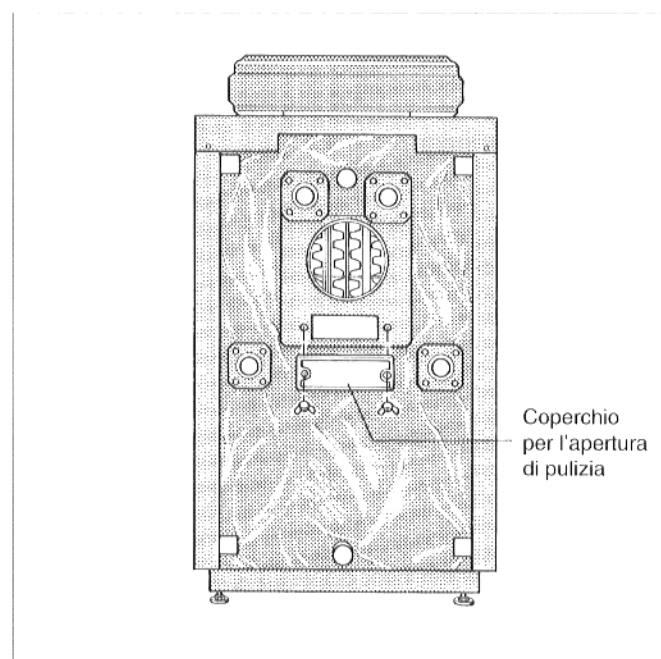

Fig. 20
- Pulire fino alle **estremità posteriori** le superfici di riscaldamento spazzolando bene in senso orizzontale con la spazzola speciale di pulizia. Estrarre i residui della combustione. Svitare a tal fine le 2 viti ad alette sulla parte posteriore della caldaia e togliere il coperchio dell'apertura per la pulizia (Fig. 20).
- Riavvitare l'apertura per la pulizia (Fig. 20).